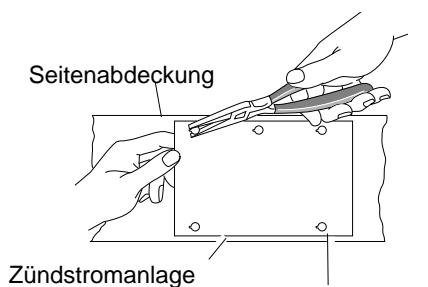

Abbildung 30 - Ausbau der Schaltkarte
3. Mit der Nadelzange die Zunge auf der Schaltkartenhalterung zusammendrücken und die Kante der Zündstromanlage nach oben ziehen (siehe Abbildung 30). Diesen Vorgang bei den anderen vier Schaltkartenhalterungen wiederholen und danach die Baugruppe entfernen.